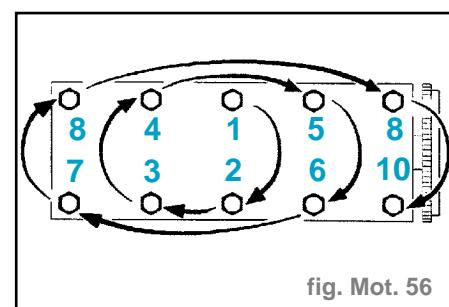

fig. Mot. 56
- Serrer les vis de culasse dans l' ordre, moteur froid (fig. Mot. 56).